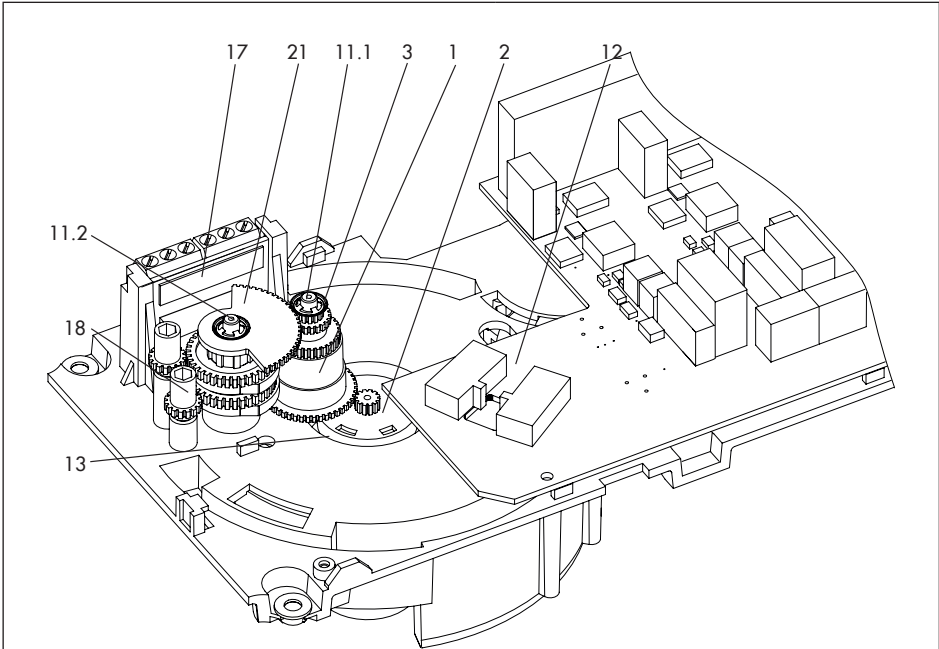

Bild 5-5: Nachrüsten von Grenzkontakten ohne Widerstandsferneber
Die Schaltnocken (19) sind mit dem Nockenträger (20) und den Sicherungsringen (9) bereits zur Schaltnockeneinheit (21, vgl. Bild 5-5) vormontiert.
3. Klemmenplatine (17, vgl. Bild 5-5) unter ca. 45 ° mit den Relais zum Rand der Zwischenplatte weisend am Fuß der Halterung ansetzen, dann oberes Ende an den Platinenhalter schwenken, bis die Platine einrastet.